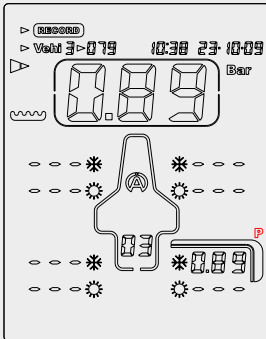

Figure 4
5) タイヤバルブに測定口をさし込みます (figure 4)